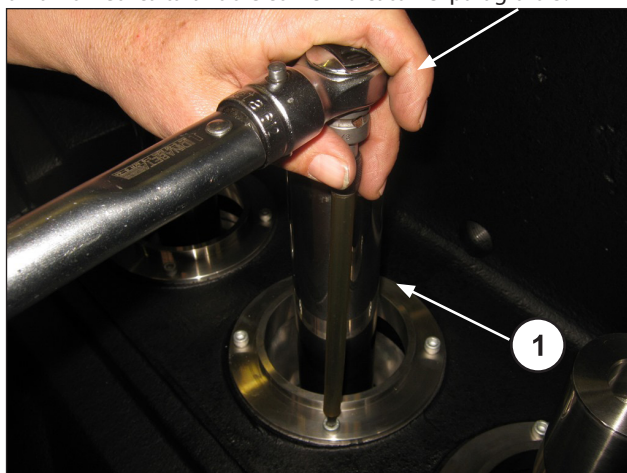

Fig. 161
Serrare le quattro viti M6 (pos. ①, Fig. 161) con chiave dinamometrica tarandole come indicato nel paragrafo 3.